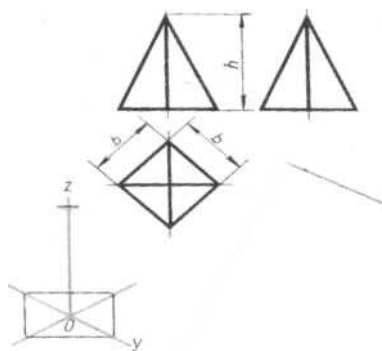

Рис. 5
2. Построить четырёхугольную пирамиду (рис. 5)